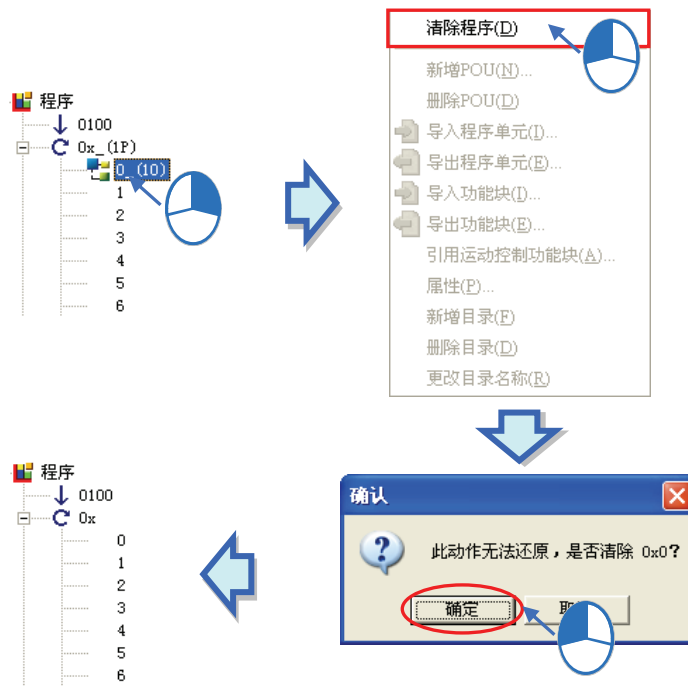

图 13-16 删除 Ox 程序 POU
需要删除某个 Ox、P、I 程序 POU 时，于欲删除的项目上按下右键，于快捷选单点选「清除程序 (D)」，于确认窗口按下「确定」后，即删除此 POU，如图 13-16。